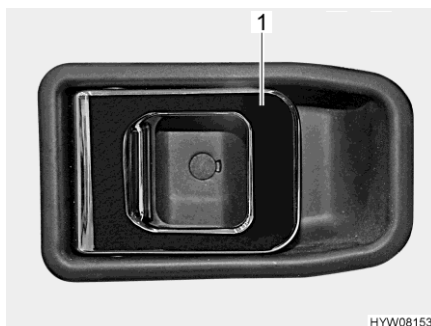

Fig. 33 Serratura della porta (porta di ingresso, lato interno)
- Apertura:** ■ Tirare la maniglia (Fig. 33,1). La serratura della porta si sblocca.
- Bloccaggio:** ■ Premere la maniglia (Fig. 33,1). La serratura della porta è bloccata.